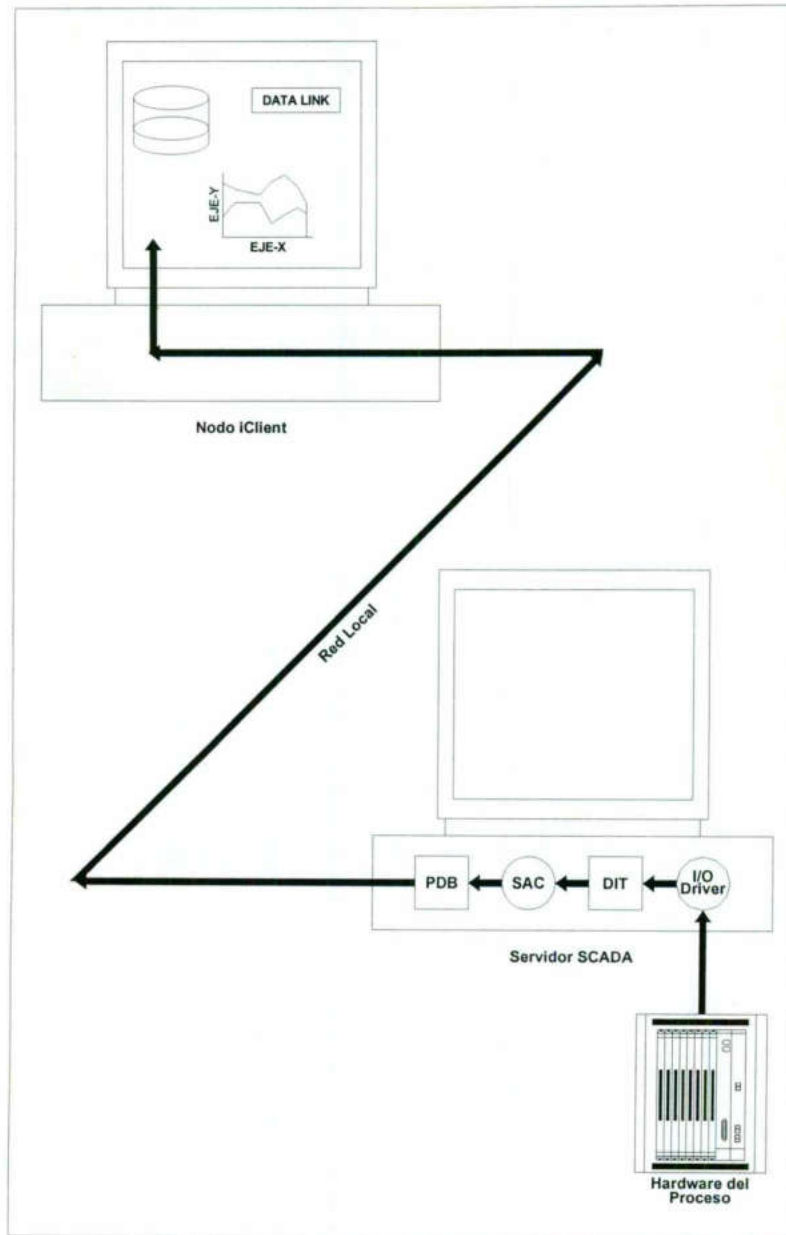

Figura 2-6: Arquitectura Básica de Red
- vea la figura 2-6 como ejemplo